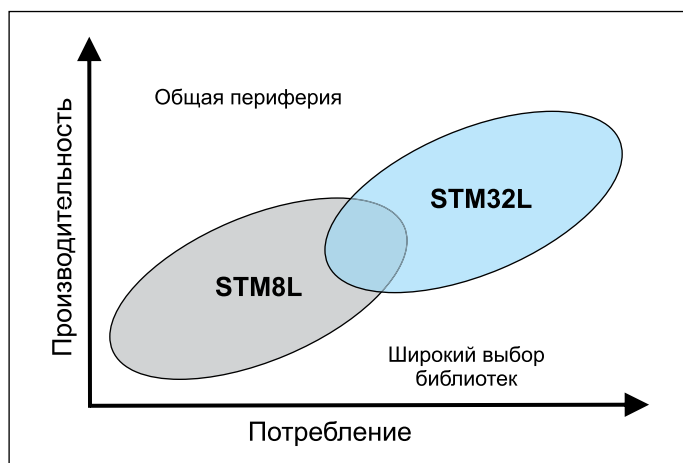

Рис. 1. Позиционирование экономичных контроллеров STMicroelectronics
- Тщательно проанализировав рынок, фирма STMicroelectronics разработала стратегию развития микроконтроллеров с низким потреблением. В рамках этой стратегии созданы два семейства: 8-битное STM8L и 32-битное STM32L. Совместно они позволяют закрыть большую область приложений (рис. 1). Семейства практически не конкурируют друг с другом: STM8L применяется в наиболее требовательных к потреблению приборах, в то время как STM32L используется в приборах с более высокой производительностью. Широчайший выбор контроллеров с различной производительностью, периферией и потреблением позволяет найти контроллер с наилучшим сочетанием этих качеств.